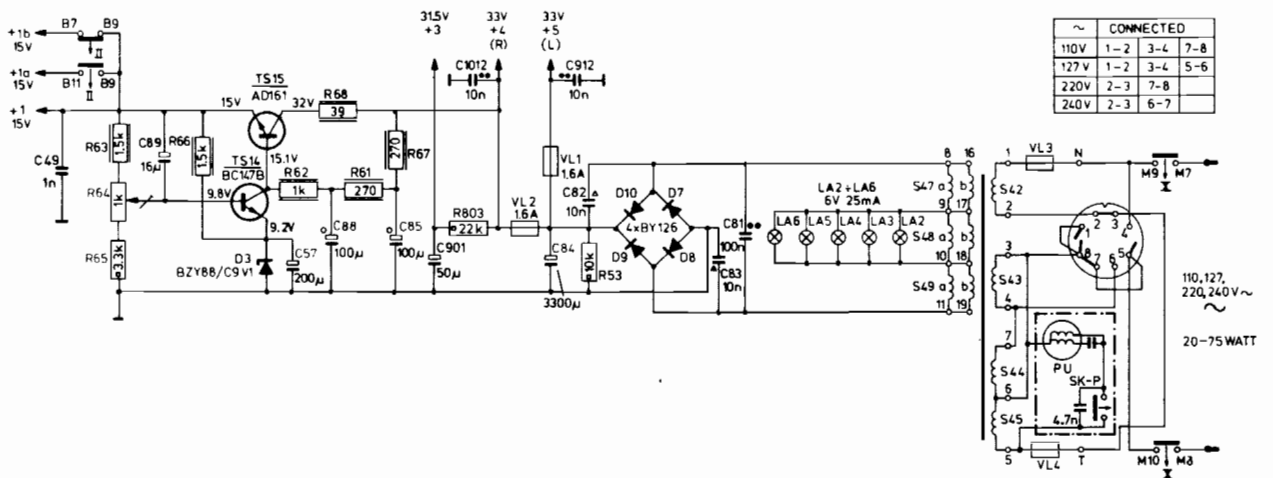

Fig. 2
1. De voeding gewijzigd volgens fig. 2.
1. L'alimentation a été modifiée selon le fig. 2.
1. Die Speisung wurde gemäss Abb. 2 geändert.
- . Bovengenoemde apparaten zijn ook geschikt gemaakt voor stereo 4 (zie fig. 2 en 3). Hiervoor dient de stuklijst als volgt aangepast te worden: